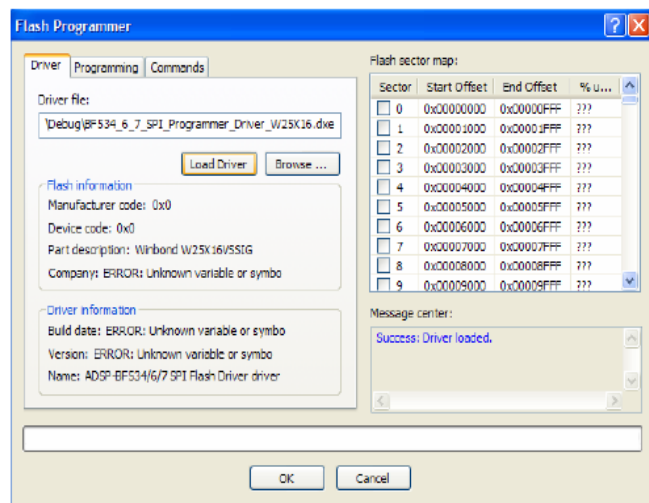

图1. 加载驱动到Flash编程器插件中
5. 检验驱动加载是否成功。信息中心会显示“Success: Driver Loaded”, 见图1。
第一种方法就是通过Commands标签 (图1) 发送单个命令, 手动编程FLASH块。
第二种利用Flash编程器功能的方法是将一个加载文件 (.ldr) 直接编程到Winbond Flash设备中 (利用图1所示的Programming标签)。